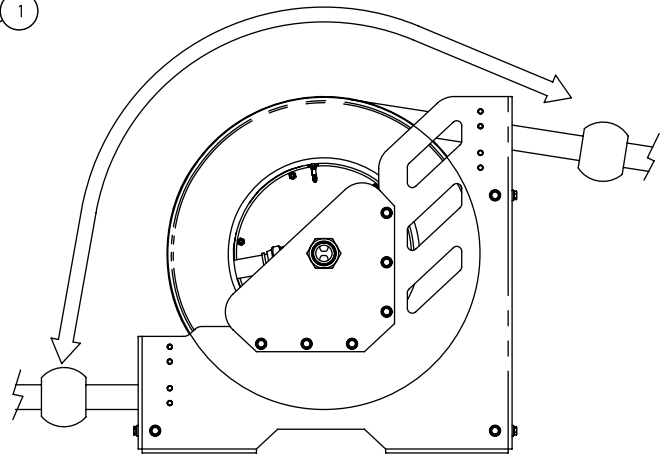

Fig. 2
4. Orientate the hose (it is not necessary to disassemble the hose stopper) towards the new hose outlet position. To do this, grab firmly the hose, unlatch the spool and turn it until the hose reach its new position (fig. 2). Then, latch the spool again, at the nearest position.
4. Oriente la manguera (no es necesario que desmonte el tope de manguera) hacia la nueva posición de la salida, para ello, sujete firmemente la manguera, libere el tambor del trinquete, y gírelo hasta que la manguera apunte hacia su nueva posición de salida (fig. 2). Bloquee el tambor de nuevo en la posición de trincado más próxima.